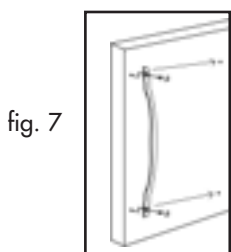

fig. 7
## **Instalando la Manija** (fig. 7 y 8)
2. Retire la manija de la puerta sacando los dos tornillos con un destornillador phillips (ver fig 7)